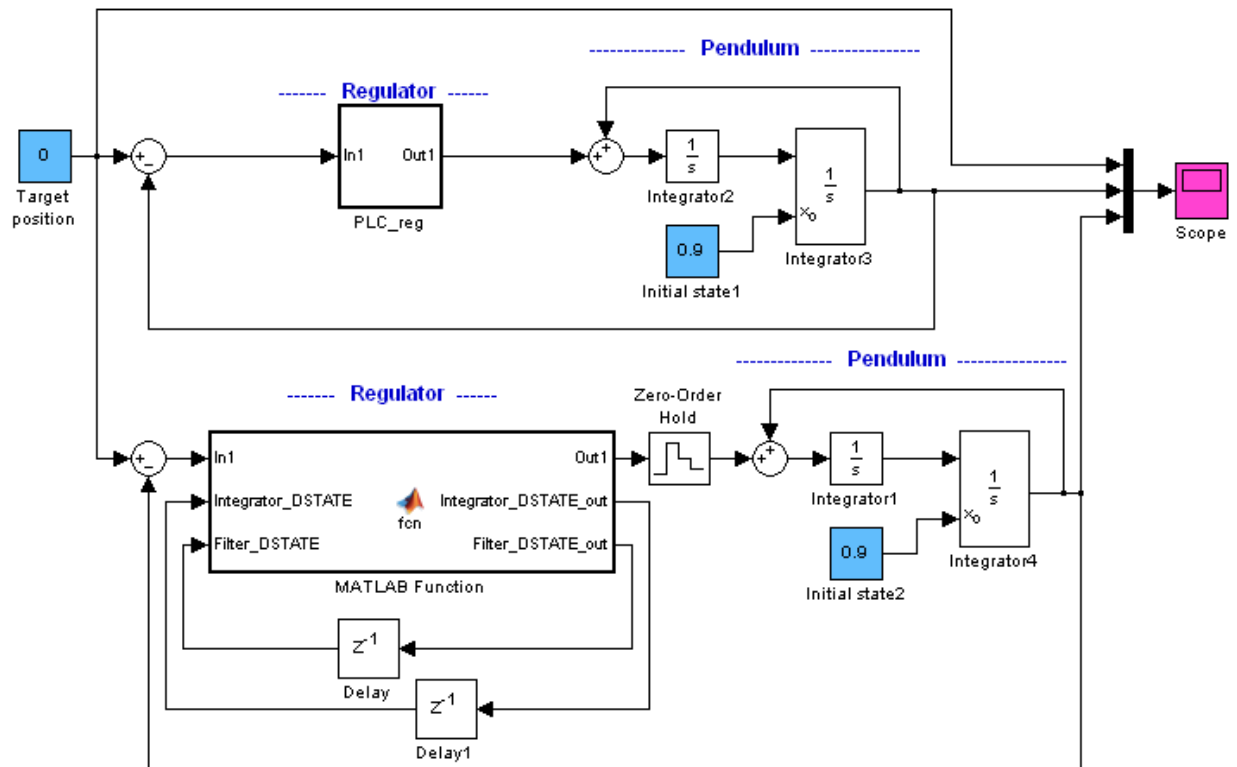

Рис. 5. Модель с МатЛАБ функцией, выделенной из PLC кода.
3. Для чего нужен фиксатор нулевого порядка в модели Рис. 5.?